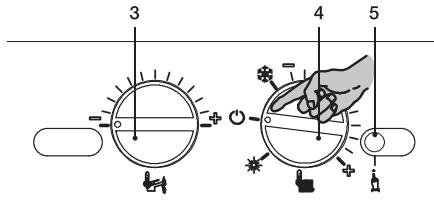

Рисунок 9.6
- Установите регуляторы панели управления так, как показано на рисунке (см. Рисунок 9.6).
- Чтобы получить доступ к функции «трубочист», войдите в режим программирования, нажав и удерживая в течение 15 с кнопку сброса 5 (Рисунок 9.6) до появления параметра P01. На ЖК-дисплее последовательно отобразятся следующие символы (параметр P01 будет загораться поочередно с --- ---).
- Нажмите кнопку сброса 5 (Рисунок 9.6) и пролистайте параметры, пока не дойдете до параметра, предназначенного для настройки функции «трубочист». На ЖК-дисплее последовательно отобразятся следующие символы (параметр P09 будет загораться поочередно с 00).